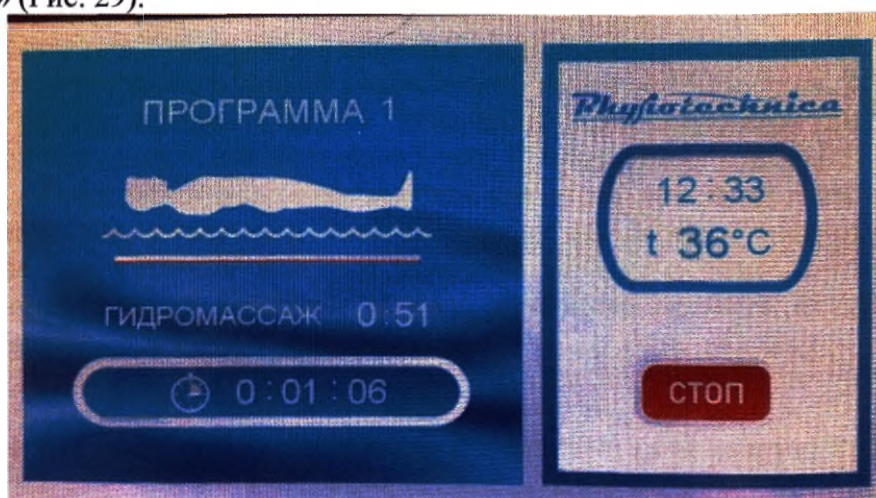
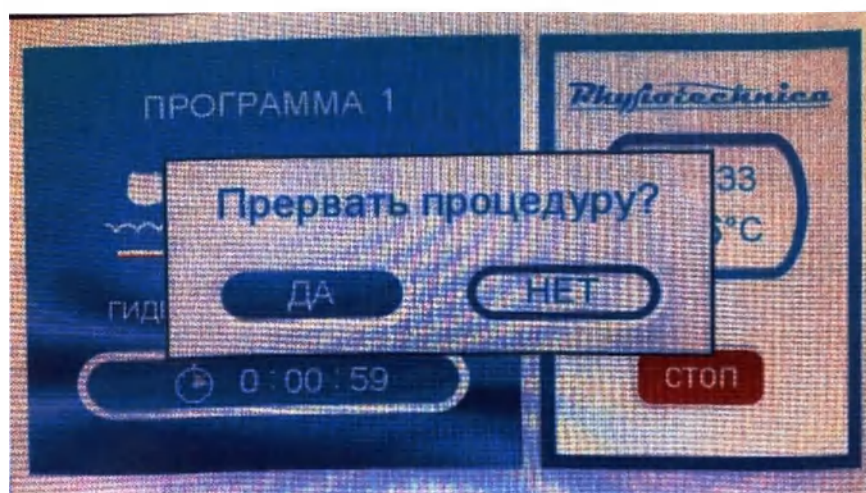

Рис. 28. Проведение процедуры
Рис. 29. Прерывание процедуры
9.5. При запуске программы на дисплее отобразится время до конца гидромассажа и до конца процедуры (Рис. 28). Чтобы прервать процедуру, нажмите на кнопку «СТОП» и выберите «Да» (Рис. 29).